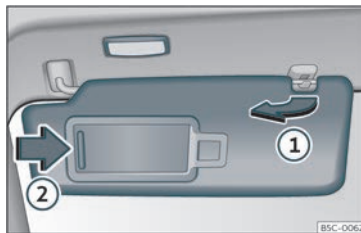

Fig. 94 Para-sol.
- El para-sol es pot extreure de la fixació i girar-lo cap a la porta»» fig. 94 ①